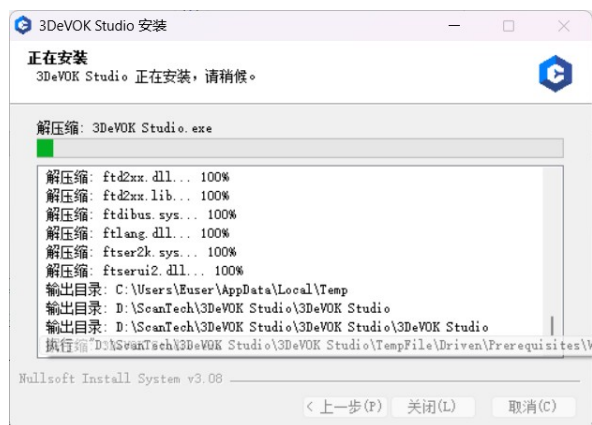

图 4-5 安装软件
3、软件自动开始安装，等待安装完成后，点击关闭，如图 4-5 所示。